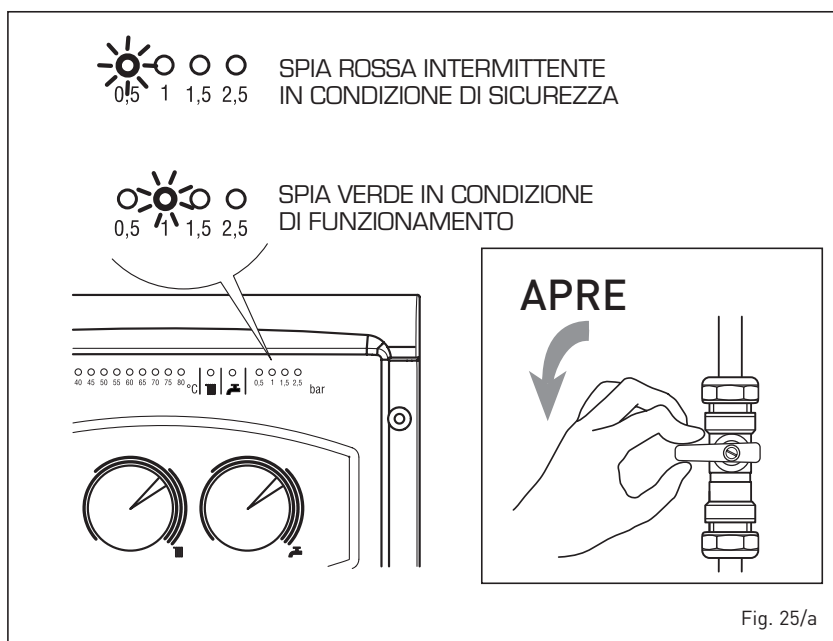

Fig. 25/a
- Intervento termostato sicurezza (fig. 25/b)